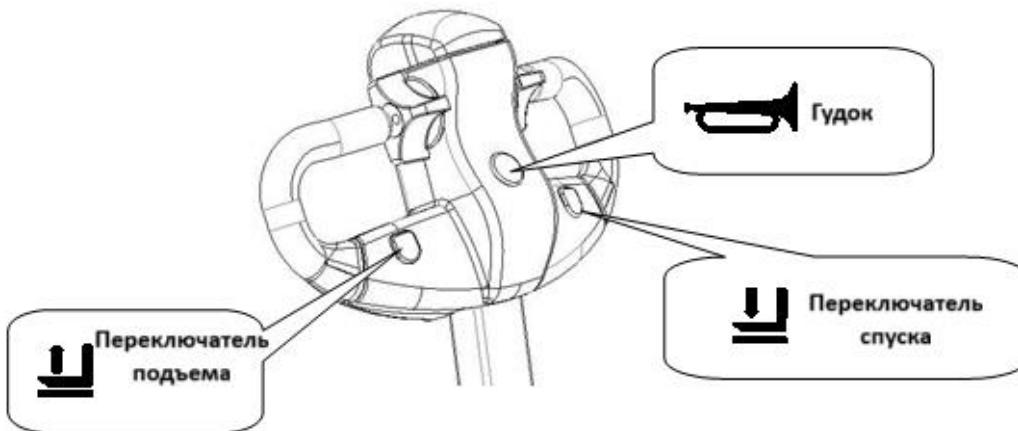

Рис. 8
**Переключатель подъема, переключатель опускания, гудок.** См. рисунок 8.